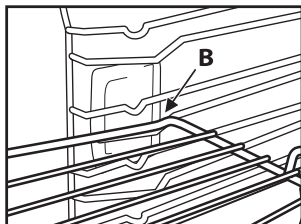

Рис. 2
2. Нахиліть решітку у положення блокування "В" (Рис. 2).